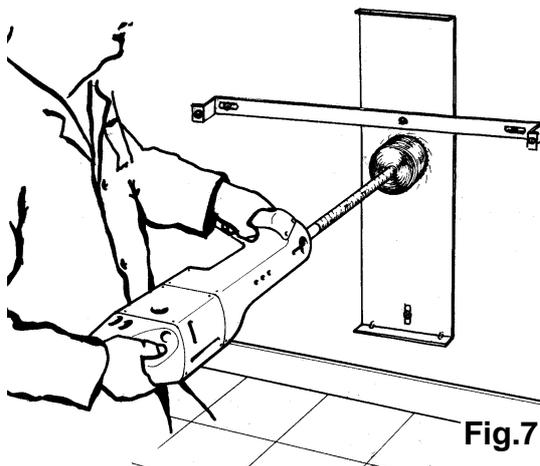

Fig.7
3.7 Con l'aiuto di una livella appoggiata sulla staffa, fissare in posizione orizzontale la staffa e la mascherina, evidenziando un punto di riferimento per il controllo (Fig. 7). Eseguire anche questa volta, con punta di Ø 8 mm, i tre fori in corrispondenza delle asole ricavate su staffa e mascherina. Completare il fissaggio, usando i tre tasselli rimasti.
3.10 Eseguire il foro con opportuna fresa (Fig. 7) oppure mediante successione di fori piccoli eseguiti sulla circonferenza. Il trapano e le frese a corona, sono attrezzature per installazione disponibili a catalogo del Costruttore. Consultare il costruttore o l'agente incaricato, se interessati a questi accessori.